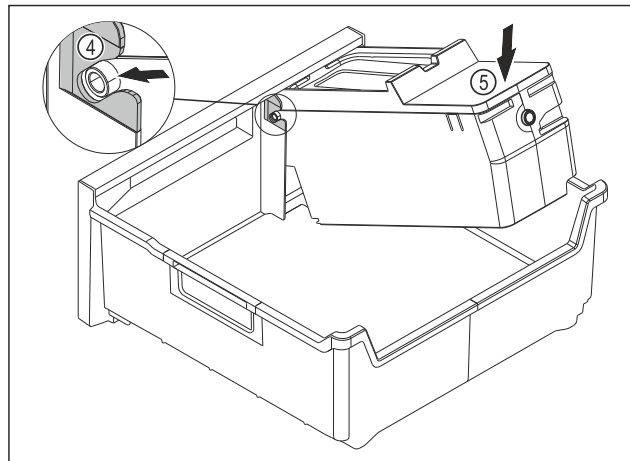

Fig. 147
- Montáž korpusu EasyTwist-Ice: Osi korpusu EasyTwist-Ice zasuniete do vedení Fig. 147 (4).
- Zatlačte korpus EasyTwist-Ice Fig. 147 (5) zozadu smerom nadol.